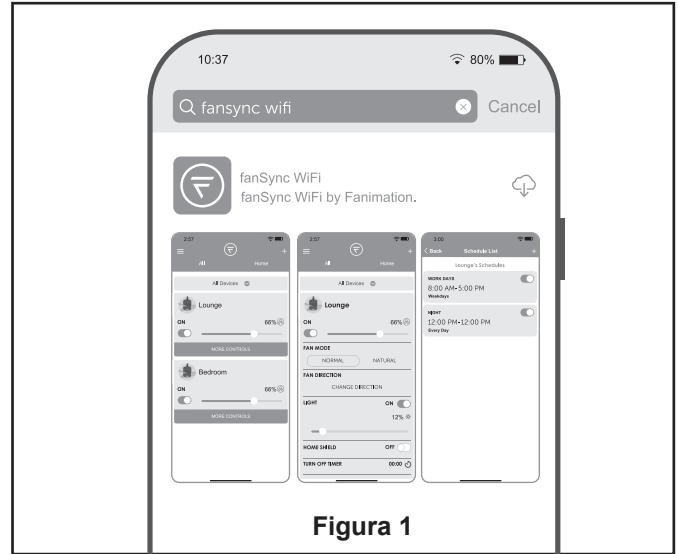

Figura 1
- 1. Para configurar el código de unidad del receptor. Deslice los interruptores de código a las mismas posiciones que en el transmisor. (Figura 1)
1. Instale la cubierta rotando la ranura clave en la cubierta sobre el tornillo de hombro del soporte del gancho, teniendo cuidado de no pillar los cables. Fije el tornillo de hombro. Instale adecuadamente y fije el segundo tornillo de hombro que fue anteriormente guardado. (Figura 1)
1. Extraiga uno de los tres tornillos del soporte ubicado en la parte inferior de la unidad del motor y guarde los tornillos para pasos posteriores. Afloje levemente los otros dos tornillos. (Figura 1)
1. **IMPORTANTE:** El uso de un regulador de la intensidad completa (no incluido) para controlar la velocidad del ventilador dañará el dispositivo. Para reducir el riesgo de incendio o descarga eléctrica, no utilice dicho regulador para controlar la velocidad del ventilador. (Figura 1)
1. Visite el App Store de Apple o el Play Store de Google para descargarse la App gratuita fanSync WiFi. (Figura 1)